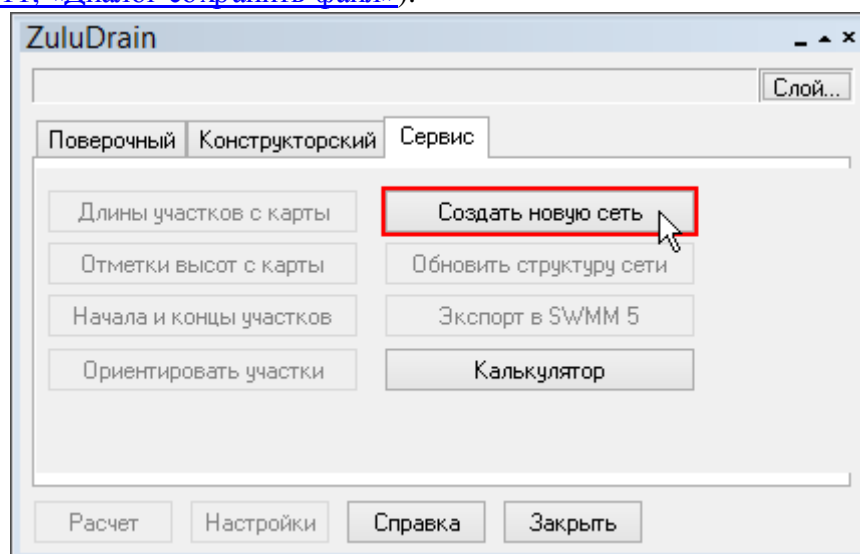
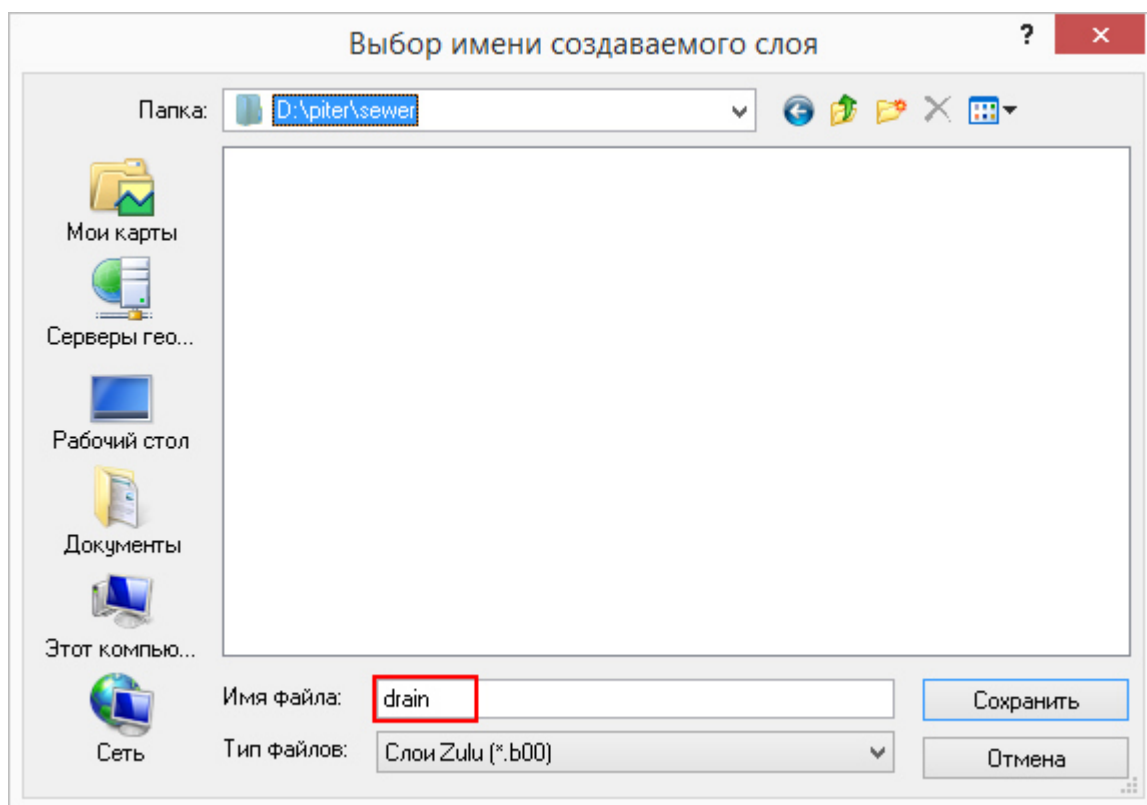

Рисунок 10. Создание новой сети
Рисунок 11. Диалог сохранить файл
2. Выберите вкладку *Сервис* и в появившемся окне (Рисунок 10, «Создание новой сети») нажмите кнопку **Создать новую сеть**. Откроется диалог сохранения файла (Рисунок 11, «Диалог сохранить файл»).